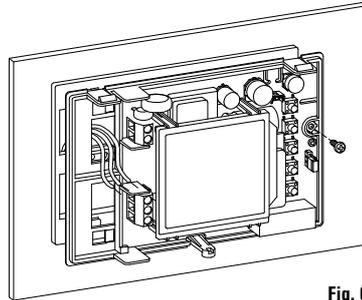
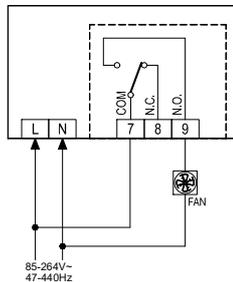

Fig. 6
Fig. 7
- Accrocher la base du dispositif à la plaque murale (faire passer les fils dans les ouvertures rectangulaires) en faisant d'abord coïncider les trous de la base avec les petites dents de la plaque murale et exercer ensuite une pression vers la gauche sur la base jusqu'à l'enclenchement des dents de la plaque (Fig. 6).
- 7** Effectuer le câblage électrique en faisant passer les fils par l'ouverture rectangulaire de la plaque (Fig. 6), et en suivant le schéma de connexion de la Fig. 7.